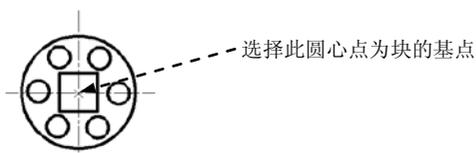

图 10.1.4 创建块的图形对象
下面将图 10.1.4 中的所有图元创建为块。
Step4. 指定块的基点。单击基点选项组中的拾取点(P) 旁边的 按钮，然后用圆心捕捉的方法选取图 10.1.4 中的圆心点作为块的基点。
Step5. 选择组成块的对象。选中对象选项组中的保留(R) 单选项，再单击该选项组中的选择对象(O) 旁边的 按钮，此时系统自动切换到绘图窗口，用窗口选择方法选取图 10.1.4 中所有的图元，然后按 Enter 键返回到“块定义”对话框。
Step7. 输入块的说明。在说明(S) 文本框中输入对图块的说明，例如“图案 1”。
Step8. 定义注释性。在 **方式** 区域中选中 **允许分解 (E)** 复选框。
Step10. 选择下拉菜单 **文件 (F)** → **另存为 (A)...** 命令，将文件另存为 block1_ok.dwg。
Step11. 选择下拉菜单 **文件 (F)** → **退出 (X)** 命令，退出 AutoCAD 系统。